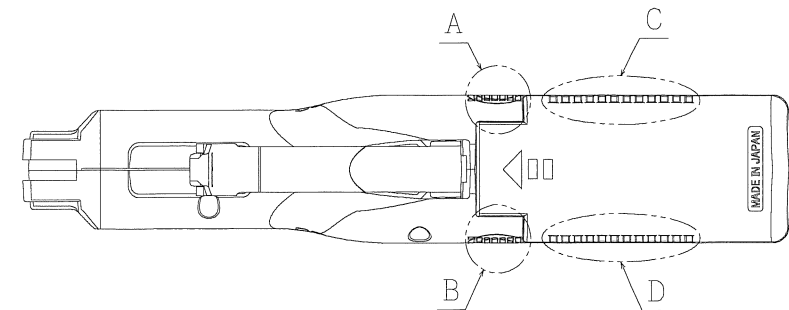

図 2
- (1) 本体が作動していない事、及び充電中でない事が確認して下さい。
- (2) 図 2 に示してある A、B の位置にある本体のクボミを押して下さい。